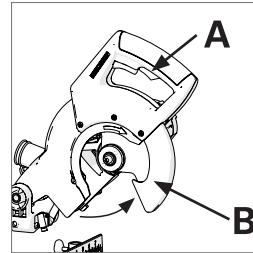

Abb. 18
Zum Einsetzen des Sägeblatts den Entriegelungsknopf für den unteren Sägeblattschutz (A) drücken und den unteren Sägeblattschutz (B) nach oben in den oberen Sägeblattschutz drehen und den unteren Sägeblattschutz in dieser Position halten. (Abb. 18)